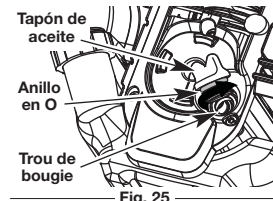

Fig. 25
- Retire el tapón de relleno de aceite / varilla de medición y seque el aceite. Vuelva a insertarlo completamente hacia adentro (Fig. 25).
**NOTA:** Verifique que el anillo en O esté en su lugar en el tapón de relleno de aceite / varilla de medición cuando mida y cambie el aceite (Fig. 25).